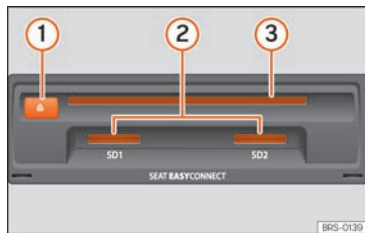

Fig. 175 Ranuras para soportes de datos en la guantera.
- Inserte un CD en la ranura » fig. 175 ③ con la cara impresa hacia arriba hasta que el equipo lo introduzca automáticamente.
Introducir la tarjeta de memoria compatible con la esquina recortada primero y los contactos hacia abajo, en la ranura » fig. 175 ② o » fig. 139 ⑨, hasta que encastre.